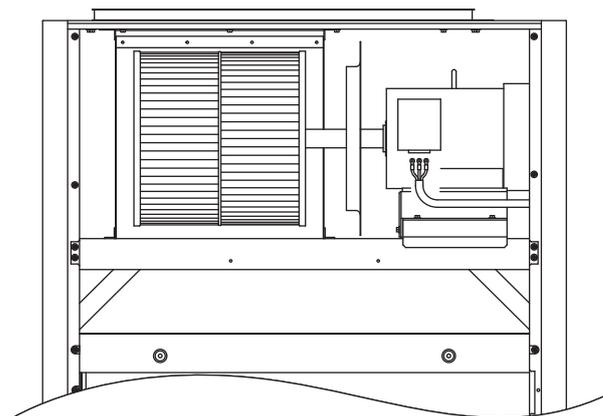

図1
7. モーター台とモーター、シロッコファンは組立てた状態でユニットから取外す。(図1)